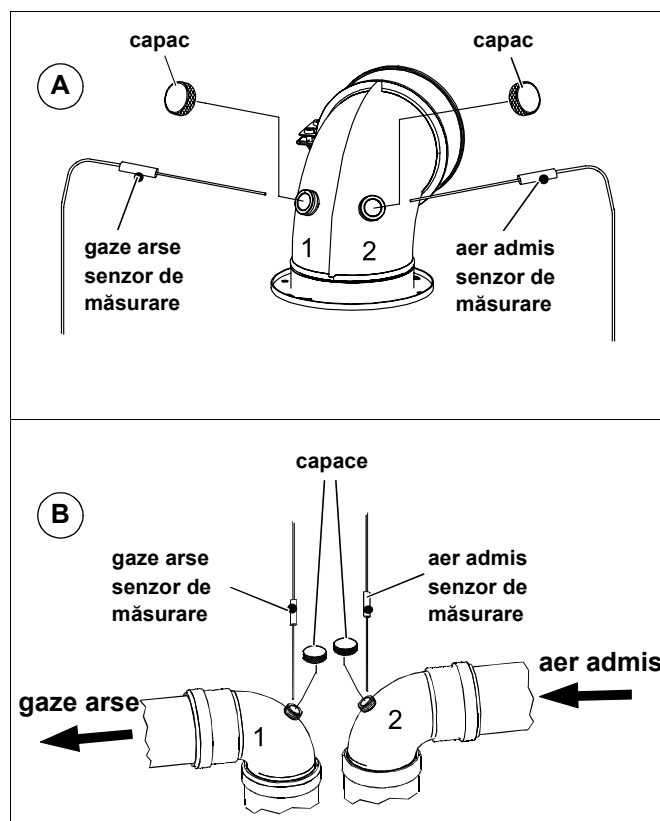

Fig. 28 Determinarea pierderilor gazelor arse
- Măsurarea temperaturii aerului de intrare (în °C) din orificiu 2 (Fig. 28, **Pos. A**).
- Măsurarea temperaturii gazelor arse (în °C) și a conținutului de - CO₂ sau O₂ (în %) din orificiul 1 (Fig. 28, **Pos. A**).
- Măsurarea temperaturii aerului de intrare (în °C) din orificiu 2 (Fig. 28, **Pos. B**).
- Măsurarea temperaturii gazelor arse (în °C) și a conținutului de - CO₂ sau O₂ - (în %) din orificiul 1 (Fig. 28, **Pos. B**).